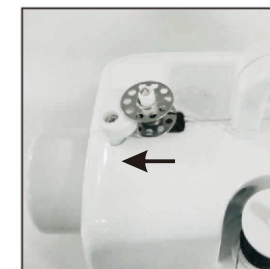

Рис. 13
3. Вставьте стержень устройства намотки шпульки, несколько раз намотайте нить на шпульку по часовой стрелке (рис.13).